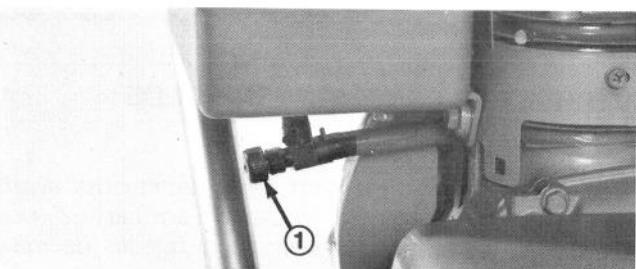

Figure 15
**Robinet d'arrêt d'essence (Fig. 15)** — Ce robinet se trouve sous le réservoir d'essence. Fermez le robinet pour arrêter l'arrivée d'essence au carburateur et rouvrez-le pour rétablir l'alimentation. Fermez le robinet quand la déneigeuse ne sert pas.
- Ouvrez le robinet d'arrêt d'essence sous le réservoir d'essence (Fig. 15).